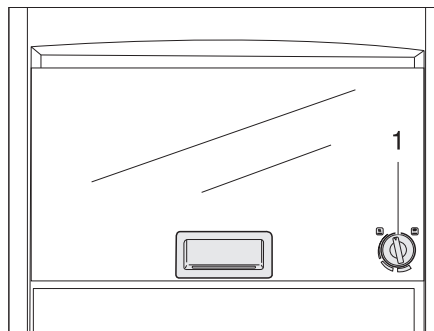

Bild 217 Gasugn (Dometic)
- Tryck lätt på vridregulatorn (Bild 217,1) och vrid den åt vänster till valfritt läge.
- Vrid vridregulatorn (Bild 217,1) till "O". Flamman slocknar.